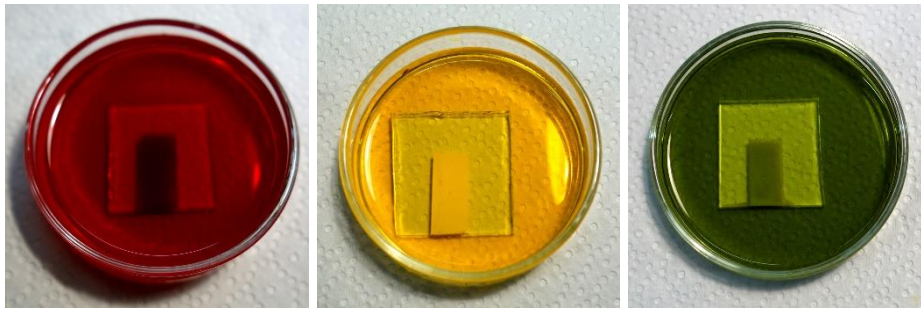

Abbildung 3
1. Lege deine Glasscheibe mit TiO₂-Schicht vorsichtig in eine Petrischale mit Farbstoff-Lösung, die TiO₂-Schicht muss vollständig bedeckt sein. (Abb. 3)